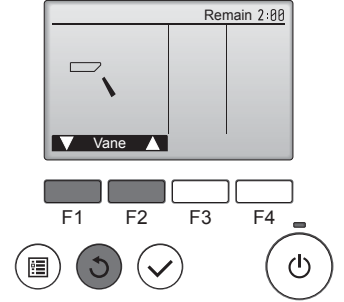

Fig. 7-6
- ① [F1] [F2] düğmeleri ile otomatik kanatçığı kontrol edin. (Fig. 7-6)
- ② [Vane] düğmesine basarak "Test run" (Test çalıştırma) işlem ekranına dönün.
- ③ [Power] düğmesine basın.